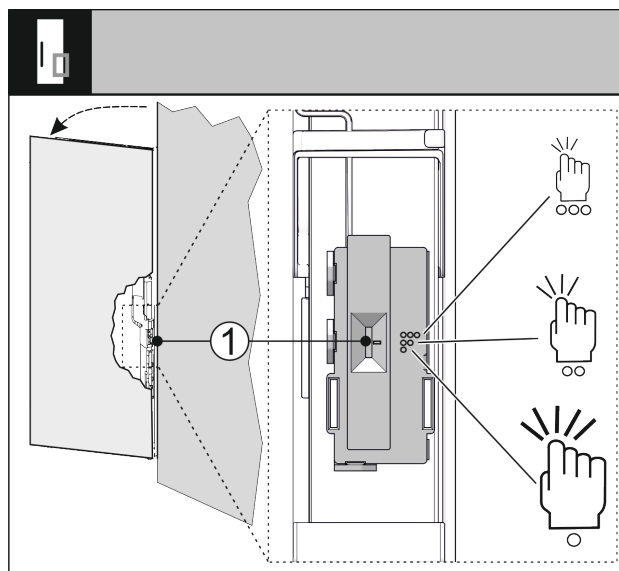

Fig. 100
Si può regolare la sensibilità del sensore di battito in testa mediante un interruttore Fig. 100 (1). L'interruttore è, lato cerniera, sulla terza sezione inferiore della porta.
- Spostare l'interruttore Fig. 100 (1) nella posizione dell'interruttore desiderata.